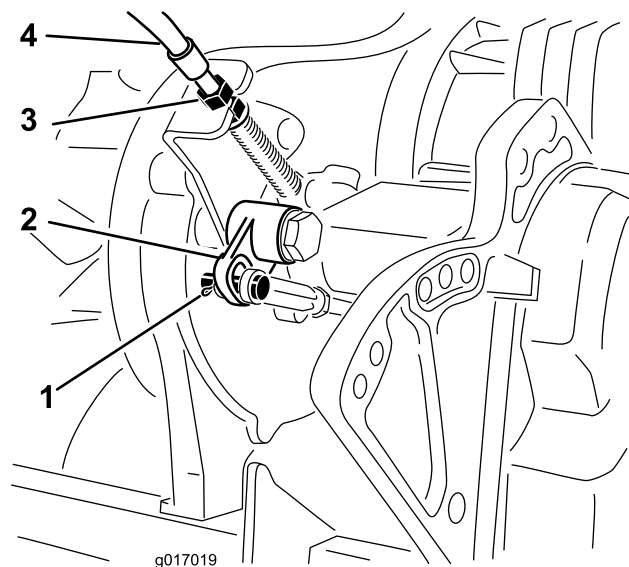

Рисунок 46
Примечание: При наличии слабину отрегулируйте зажимную гайку на переходнике (Рисунок 46) для устранения слабину троса без растяжения пружины.
4. Снимите шплинт и шплинтуемый штифт, которые крепят вилку штока к коленчатому рычагу (Рисунок 46).
5. Отсоедините вилку от коленчатого рычага прокрутки (Рисунок 46)
8. У переходника трансмиссии (Рисунок 46) отрегулируйте зажимные гайки троса так, чтобы уменьшить расстояние до изогнутого рычага в соответствии с предыдущим изменением.